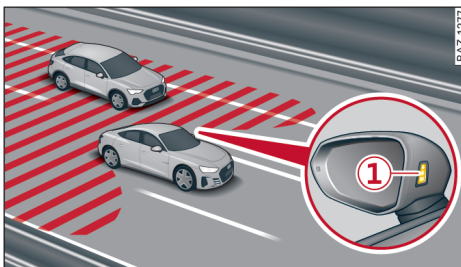

图 117 驾驶情形和外后视镜上的显示
- 感应器探测区域⇒图 117 只是示意显示，展示的不是成比例的感应器作用范围。